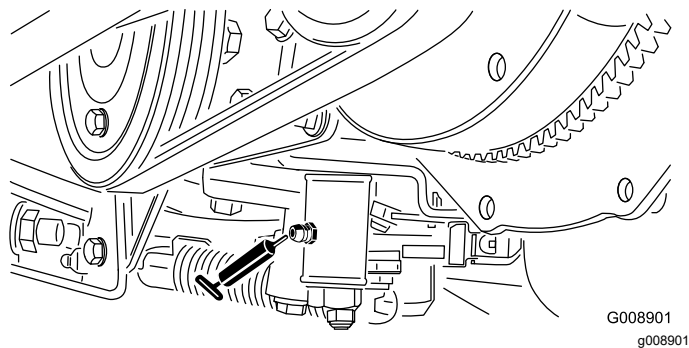

Figure 66
2. Soulevez l'arrière de la machine en plaçant un cric sous le moteur de la roue arrière (Figure 66).
- Mécanisme de réglage du point mort (Figure 66)